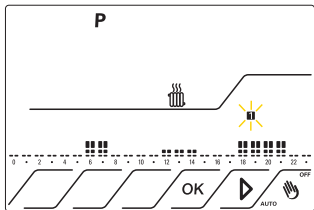

Fig.24
dalle ore 22.00 alle ore 23.59 : T1 Fig.24
6.3 Premere il tasto  fino a posizionarsi sull' icona **P** che comincerà a lampeggiare. Fig.24